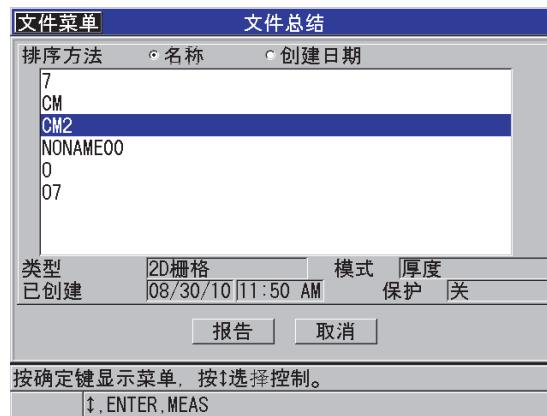

图 11-30 文件总结报告屏幕
4. 在**文件总结**屏幕中 (参见第 208 页的图 11-30):